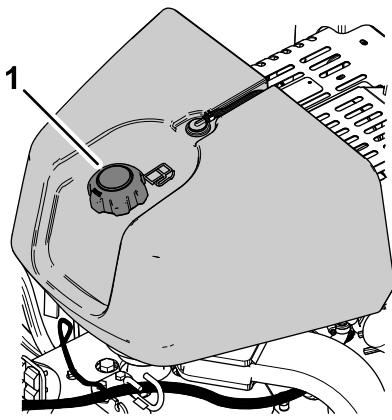

Figura 30
2. Limpie la zona alrededor del tapón del depósito de combustible y retire el tapón (Figura 30).